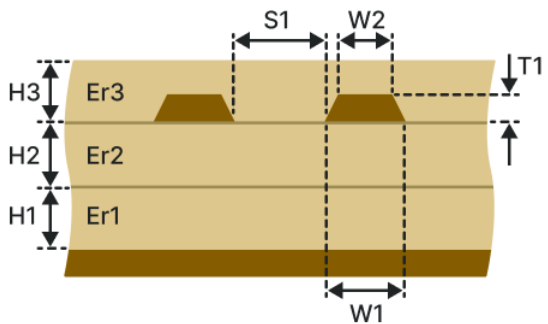

Рис. 149 Дифференциальная заглубленная ЛП (ДЗ-2Н1В)
- Дифференциальная заглубленная ЛП (ДЗ-2Н1В), см. Рис. 149.